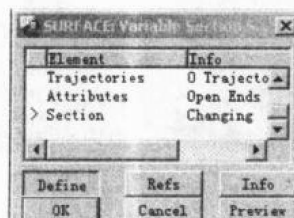
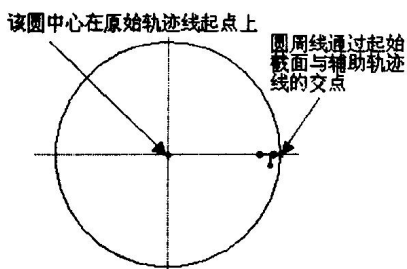

图 1-27
图 1-28
(18) 显示 SURFACE: Variable Section S... (曲面: 可变截面扫描) 对话框, 选最后一行 Section (截面), 如图 1-27 所示, 再单击对话框下面的 Define (定义), 重新草绘一个圆作为截面, 如图 1-28 所示, 圆中心在原始轨迹线的起点上, 圆周线通过起始截面与辅助轨迹线的交点。